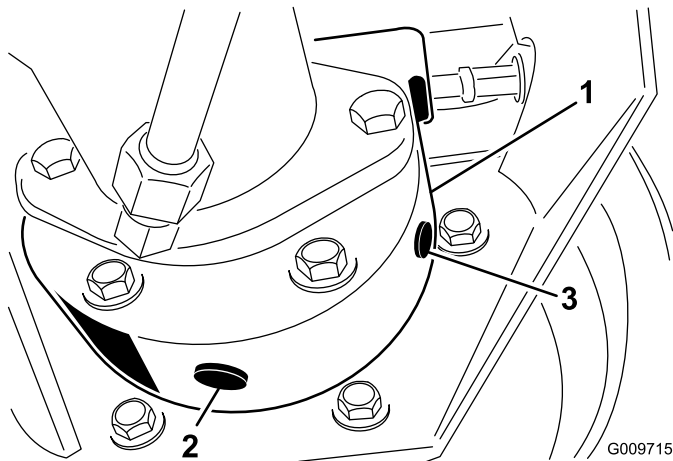

Figure 68
- Placez un autre bac de vidange sous le carter de frein de l'autre côté de la roue (Figure 68).